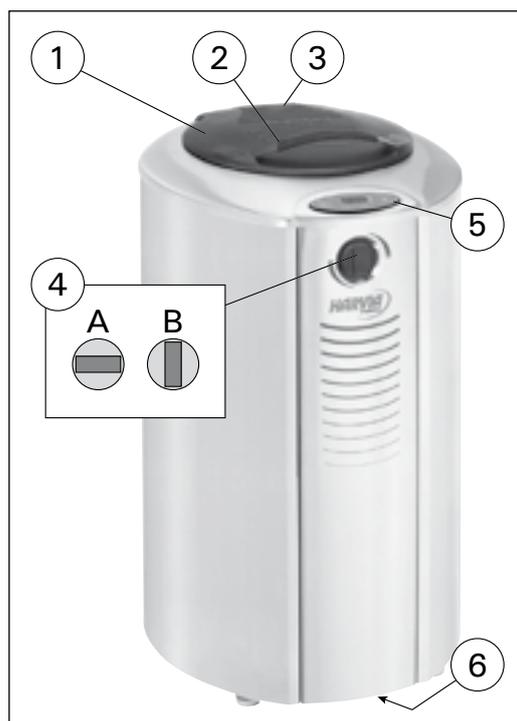
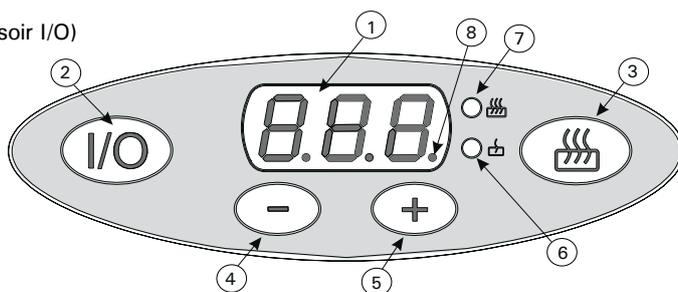

Figure 1. Composants du poêle
Figure 2. Panneau de commande
Le bouton I/O permet d'activer et de désactiver les résistances du poêle. Pour ce faire, l'interrupteur du système électronique doit être enclenché. (Voir figures 1 et 5.) Le bouton I/O est fonctionnel lorsque le témoin lumineux situé sous le bouton est allumé. Lorsque l'on allume le poêle, l'écran indique tout d'abord la valeur réglée à l'usine (220), qui est la plus faible température qu'il est possible de régler. L'écran affiche ensuite des valeurs entre 40 et 60, qui représentent la température la plus faible qu'il est possible d'afficher pour le compartiment à pierres.
La puissance maximale du poêle (HI), activée au moyen de la touche du mode de fonctionnement, règle la température du poêle à 300 °C Cette température ne peut être réglée au moyen des touches 4 et 5 de réglage de la température (fig 2). Si le couvercle du poêle est fermé alors que la puissance maximale est activée, la température programmée du compartiment à pierres (300 °C) sera atteinte plus rapidement.
La première mise en service du poêle devra s'effectuer (une fois les pierres disposées) à pleine puissance (voir paragraphes 1.5.1. et 1.5.2.) avec la vanne de circulation d'air 4 (fig. 1) et le couvercle 1 (fig. 1) du poêle en position ouverte. La masse imposante du compartiment à pierres nécessite une période de chauffage d'au moins deux heures à pleine puissance pour que celui-ci atteigne une température suffisamment élevée. Pour éliminer les odeurs dégagées par le poêle et les pierres lors de la première utilisation, il convient de veiller à une bonne ventilation du sauna. Il faudra répéter ces opérations lorsque l'on rajoutera des pierres dans le poêle ou qu'on les changera.
Le poêle s'allume en enfonçant le bouton-poussoir I/O. Pour indiquer que le courant a été connecté aux résistances, l'écran affiche le message LO (alimentation de secours), suivi d'un chiffre indiquant la température actuelle dans le compartiment à pierres (par exemple, 24). Le voyant lumineux 6 (figure 2) est également allumé. En appuyant la touche + (5, fig. 2), il est possible de programmer la température du compartiment à pierres jusqu'à la valeur maximale de 280 degrés. La touche - (4, fig. 2) permet de réduire la température si cette dernière est trop élevée.
Il est possible de surveiller la consommation électrique du poêle à l'aide du témoin lumineux 8 (figure 2). Voir le point « Écran ».
La puissance maximale est activée en enfonçant la touche 3 (fig. 2) une fois. L'écran 1 (fig. 2) affiche alors le mode HI (= puissance maximale du poêle). Après quelques secondes, l'écran se met à afficher la température réelle du compartiment à pierres du poêle. En mode HI, la température du compartiment à pierres cherchera à atteindre sa valeur programmée de 300 °C. La puissance maximale n'est activée que l'espace d'une heure, après quoi le poêle passe automatiquement en mode LO, témoin lumineux 6 allumé (fig. 2). Après la première mise en service, il conviendra de refermer le couvercle et la vanne de circulation d'air du poêle. Si l'on constate par la suite des odeurs dans le compartiment à pierres, il est bon de laisser le couvercle et la vanne de circulation d'air en position ouverte pendant encore quelque temps alors que le poêle fonctionne à pleine puissance (mode HI).
Lorsque l'on ouvre le couvercle 1 (fig. 1) et la vanne de circulation d'air 4 (fig. 1) du poêle, l'air circulant entre les pierres brûlantes du poêle et les résistances de chauffage commence à chauffer le sauna. Pour que l'énergie calorifique accumulée lors de la phase de veille reste dans les pierres malgré le refroidissement provoqué par la circulation d'air et par l'eau de vapeur, la puissance maximale du poêle doit être activée lors de la séance avec la touche du mode de fonctionnement 3 (fig. 1) ; l'écran indique cette puissance supérieure pendant quelque temps avec le texte « HI » et le témoin lumineux 7 sera allumé (fig. 2).
Le débit d'air peut être ajusté durant la séance au moyen du régulateur de la vanne de circulation d'air 4 (fig. 1). Le régulateur a un effet sur la position de la vanne située sous le compartiment à pierres. Au début, il est bon de maintenir le régulateur en position entièrement ouverte, pour accélérer l'augmentation de la température. Si la température atteint un niveau excessivement élevé, il est possible de la limiter en refermant quelque peu la vanne de circulation d'air. Vous trouverez à l'usage une position pour le régulateur permettant à la température du sauna de rester à un niveau relativement stable.